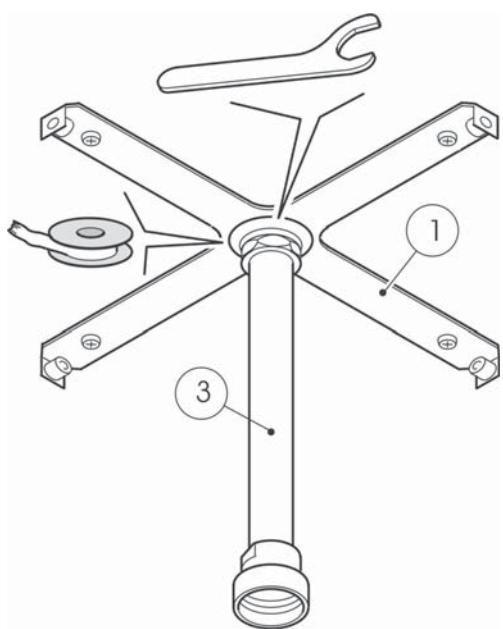

Fig. 5
- 4) Applicare del teflon all'estremità filettata del braccio doccia 3 dopodiché avvitarlo alla presa acqua fino al contatto tra il dado flangiato ed il supporto a soffitto (fig.5).
- 4) Apply Teflon to the threaded end of the shower arm 3 then screw it onto the water intake until the flanged nut comes into contact with the ceiling support (fig.5).
- 4) Ein Teflonband am Ende mit Gewinde des Duscharms 3 anbringen und anschließend den Arm an den Wasseranschluss anschrauben, bis man einen Kontakt zwischen der Flanschschraubenmutter und der Deckenhalterung erhält (Abb. 5).
- 4) Appliquer du Téflon sur le filet du bras de douche (3) et le visser au manchon d'arrivée d'eau jusqu'à ce que l'écrou bridé arrive en butée sur le support au plafond (fig. 5).